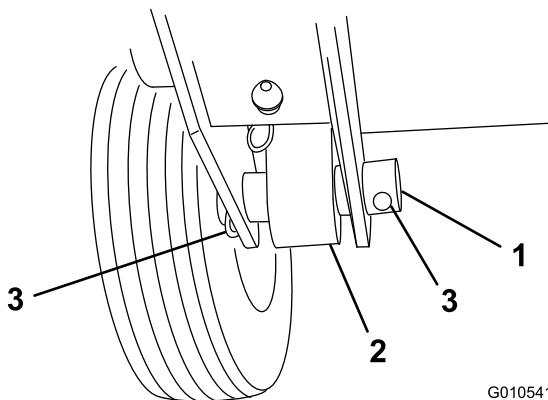

Bild 3
5. Montieren Sie das hintere Ende des Hubarms mit einem Lagerbolzen und 2 Splints (werden mit der Zugmaschine geliefert) am Hubzylinder (Bild 3).